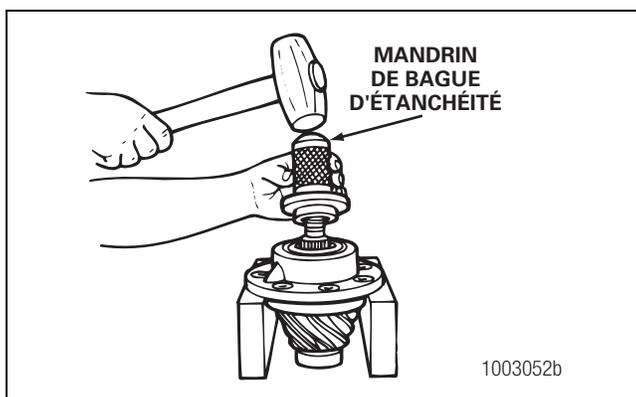

Figure 5.29
- **Si une presse n'est pas disponible** : utiliser un maillet et un manchon ou mandrin pour installer la bague d'étanchéité. Figure 5.29.